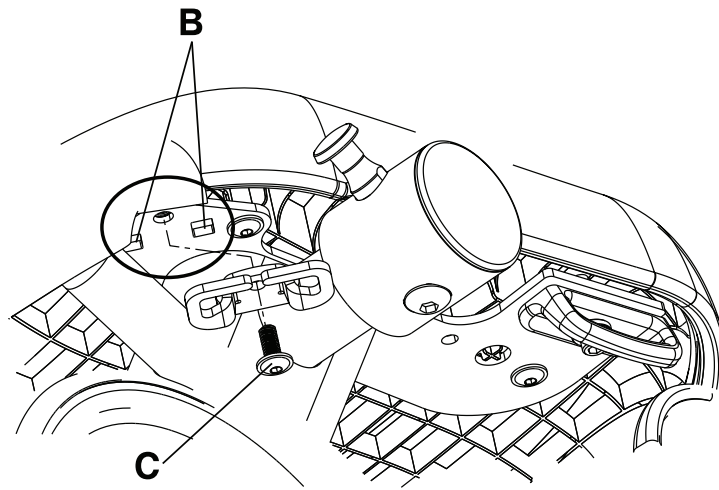

Abbildung 3-34: Installation der Beckengurtklammer
- a. Die beiden Laschen (A) an der Klammer (Abbildung 3-33 auf Seite 3-54) in die eckigen Öffnungen am Hauptrahmenschweißteil (B) anbringen (Abbildung 3-34 auf Seite 3-55).
- b. Die mitgelieferte Linsenkopf-Flanschschraube (0004-671-0 00) (C) in der runden Öffnung an der Klammer installieren, um die Beckengurtklammer am Hauptrahmenschweißteil (B) zu sichern (Abbildung 3-34 auf Seite 3-55). Die Schrauben mit einem Drehmomentschlüssel mit 3/8-Zoll-Antrieb und einem 3/16-Zoll-Sechskantbohraufsatz auf  $70 \pm 10$  in-lbs ( $8 \pm 1,1$  Nm) festziehen.